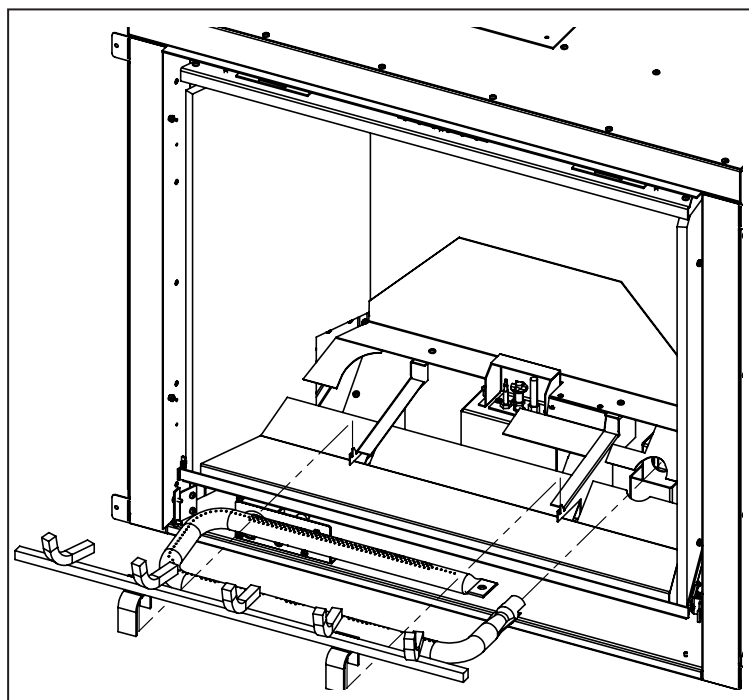

Figure 11. Enlever le bruleur
Étape 2 : Retirez la vanne de déflexion d'air supérieure en dévissant les (2) boulons T-20. Retirez la vanne de déflexion d'air inférieure.
Étape 3 : Retirez les supports du brûleur de gauche et de droite en dévissant les (4) boulons T-20.
Étape 4 : Dévissez les (16) boulons T-20 qui retiennent la porte d'accès, comme illustré dans la figure 11.